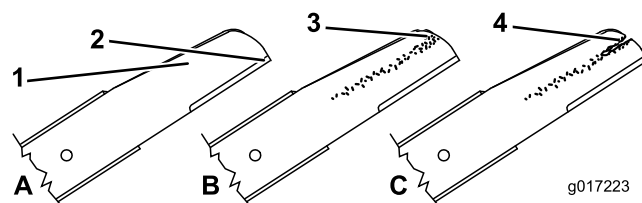

Рисунок 41
1. Осмотрите режущие кромки (Рисунок 41). Если кромки не острые или зазубренные, снимите ножи и заточите или замените их.
2. Осмотрите ножи, обратив особое внимание на состояние их фигурных частей (Рисунок 41). При обнаружении повреждений, износа, образования бороздки на этих частях (Рисунок 41) немедленно замените нож новым.